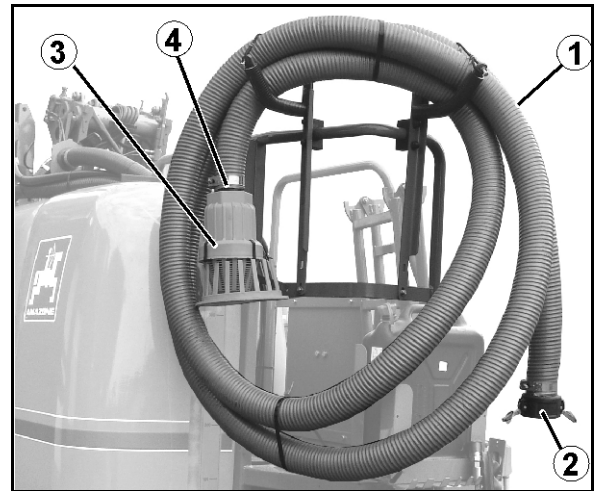

图 54
液位指示器显示打药剂罐（图 54）中的液体容量 [l]。
- 电子方式 (图 54/1)(选配)
- 机械方式 (图 54/2)